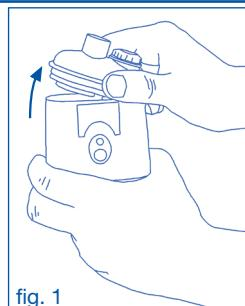

fig. 1
**1. Togliete la parte superiore (A3) dal corpo dell'apparecchio (fig. 1)**
- Separate l'apparecchio (A) dall'alimentatore disinserendo il cavo di alimentazione (G)
- Togliete la parte superiore (A3) dal corpo dell'apparecchio (fig. 1) e l'accessorio collegato.